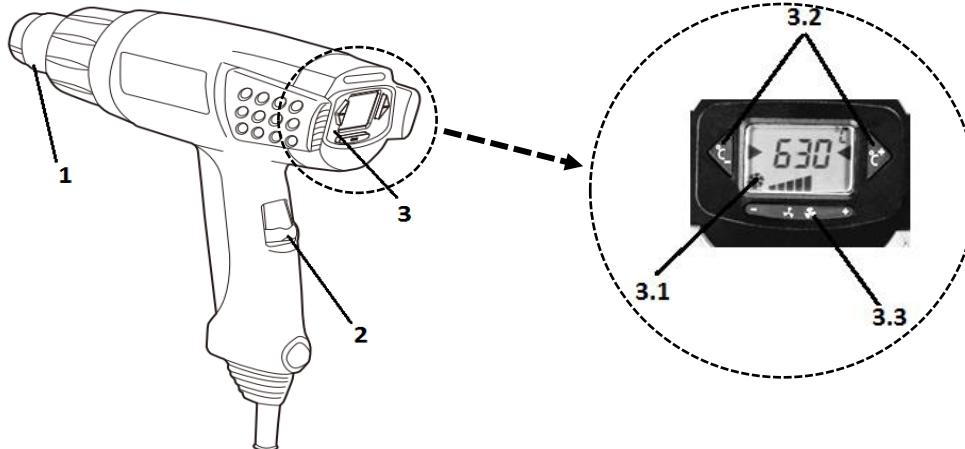

Рисунок 1
2.2.1 Конструкція виробу вміщена в корпус з термостійкого пластику і складається з наступних основних частин: нагрівального блоку в складі нагрівального елементу спірального типу в термоізолуючому кожусі з вихідним сталевим соплом нагрітого повітря (1); компресорного блоку у складі колекторного двигуна змінного струму з відцентровою повітряною крильчаткою; перемикач/вимикач температурних режимів (2) с цифровим регулятором (3), – згідно рис.1. Електрична частина виробу складається з колекторного однофазного електродвигуна змінного струму, перемикача електроструму, електронного блоку управління з регулятором температури, з'єднувальних проводів і мережевого шнуря. Захист від ураження електричним струмом користувача у виробу відповідає класу II за ДСТУ EN 61140:2015.